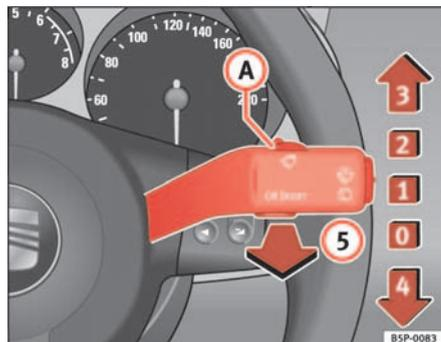

Fig. 85 Palanca del limpia-lavacristales
La palanca del limpiacristales ⇒ fig. 85 tiene las siguientes posiciones:
- Si se detiene el vehículo estando el limpiaparabrisas funcionando en la posición **2** ⇒ **página 124, fig. 85** o en la posición **3**, automáticamente comenzará a funcionar en una posición inferior. Si el vehículo reinicia la marcha, el limpiaparabrisas seguirá funcionando en la posición seleccionada originalmente